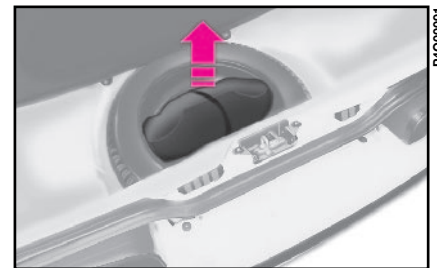

fig. 2
– Soulever le tapis de revêtement fig. 2.